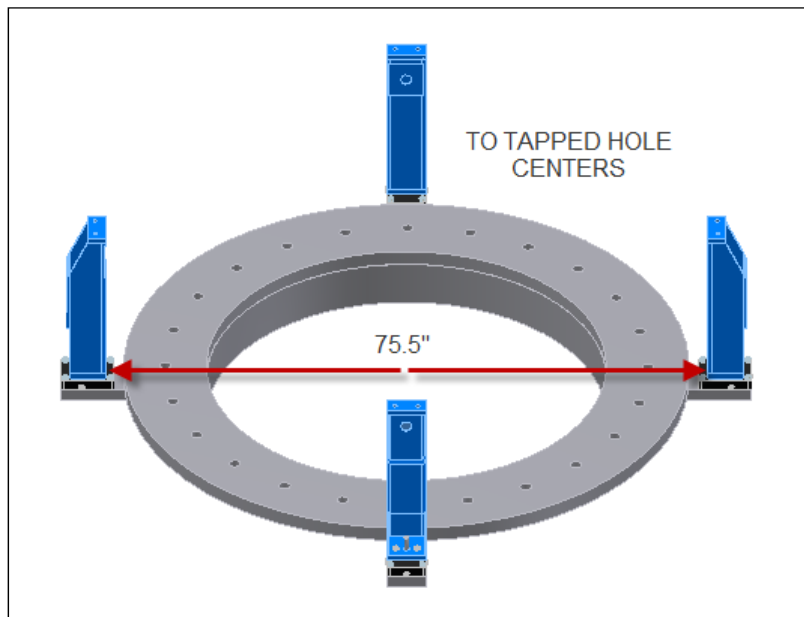

Figura 29. Elemento fijo y montaje vertical
13. Instale los soportes verticales adecuados que se muestran en Figura 29.